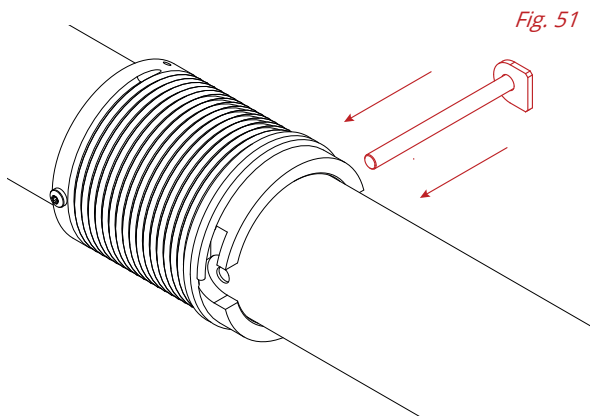

Fig. 51
**2 / PLACE THE DRUM LOCKING AXLE BY INSERTING IT FROM THE CURTAIN SIDE TOWARDS YOU. (FIG. 51)**